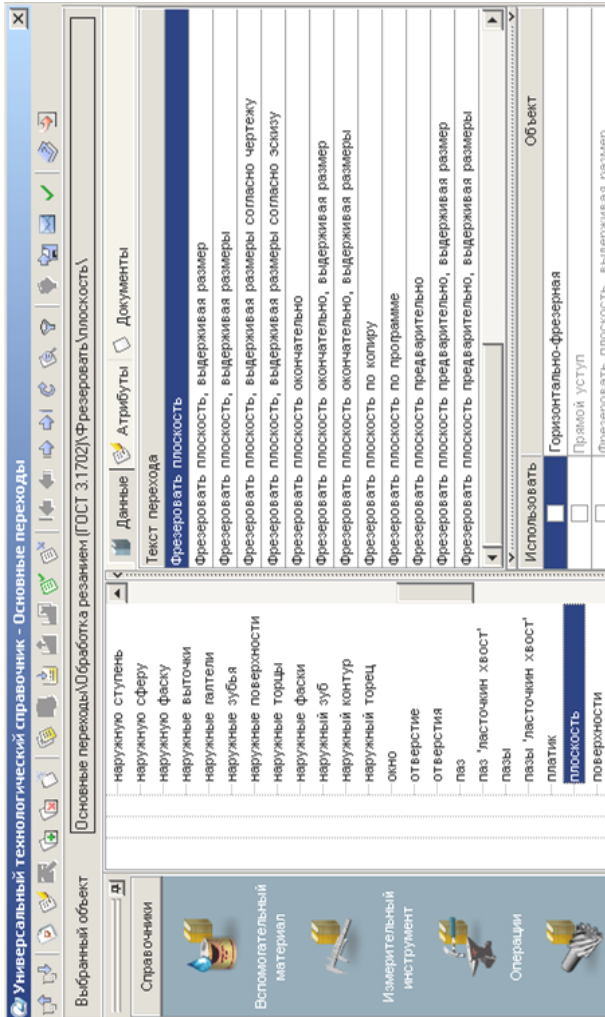

Рис. 2.3
2. Далее необходимо добавить обработку резанием. Для этого нужно выбрать *Добавить операцию* и в открывшемся окне справочника операций последовательно выбрать *Операции – Обработка резанием – Фрезерная – Горизонтально фрезерная* и нажать кнопку *Применить*. Для добавления основного перехода установить курсор на названии операции *015 Горизонтально-фрезерная*. Нажмите правую кнопку мыши и выберите в открывшемся контекстном меню *Добавить – Основной переход* и выбрать *Обработка резанием – Фрезеровать плоскость* (рис. 2.3).